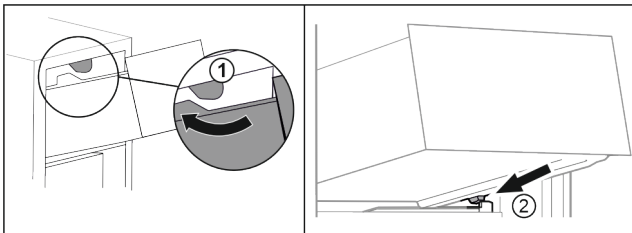

Fig. 65
- ▶ Обведите выдвижной ящик вокруг верхнего стопора. Fig. 65 (1)
- ▶ Наклоняя вниз, установите выдвижной ящик за нижние стопоры на контейнерное ребро. Fig. 65 (2)